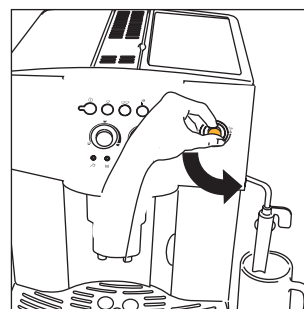
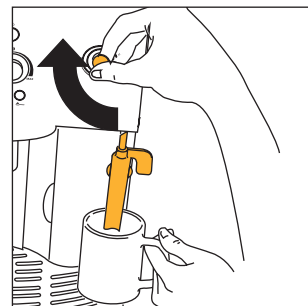
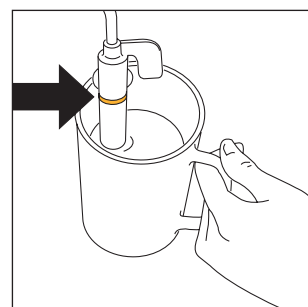

Abb.5
Abb.23
Abb.24
3. **SOFORT DANACH, INNERHALB VON 30 SEKUNDEN**, den Dampfdruckknopf nach links bis zum Anschlag drehen (Abb. 5) (es ist vollkommen normal, wenn hierbei die Maschine laut wird).
- Den Dampfdrehknopf um eine halbe Umdrehung nach links bis zum Anschlag drehen (Abb. 5): Das heiße Wasser tritt aus dem Milchaufschäumer heraus und läuft in den darunter stehenden Behälter.
- Den Milchaufschäumer in das Gefäß mit der Milch eintauchen (Abb. 23), wobei darauf zu achten ist, dass die auf dem Milchaufschäumer eingepreßte Linie nicht eingetaucht wird (angezeigt durch den Pfeil in Abb. 24). Dann den Dampfdrehknopf um eine halbe Umdrehung nach links bis zum Anschlag drehen (Abb. 5). (Passen Sie auf, dass Sie sich nicht verbrühen). Aus dem Milchaufschäumer entweicht der Dampf, der die Milch aufschäumt und ihr eine cremige Konsistenz verleiht. Um einen cremigeren Milchschaum zu erhalten, den Milchaufschäumer in die Milch eintauchen, und das Gefäß langsam von unten nach oben bewegen. (Es wird empfohlen, nicht länger als 2 Minuten Dampf zu beziehen).
- Einige Sekunden lang etwas Wasser oder Dampf austreten lassen, indem Sie den Dampfdrehknopf bis zum Anschlag nach links drehen (Abb. 5). Dadurch lässt das Dampfrohr eventuelle Milchrückstände, die sich im Innern abgesetzt haben, ab. **WICHTIG:** Aus hygienischen Gründen wird empfohlen, diesen Vorgang stets durchzuführen, um zu vermeiden, dass sich Milch im Innern des Milchaufschäumers absetzt.